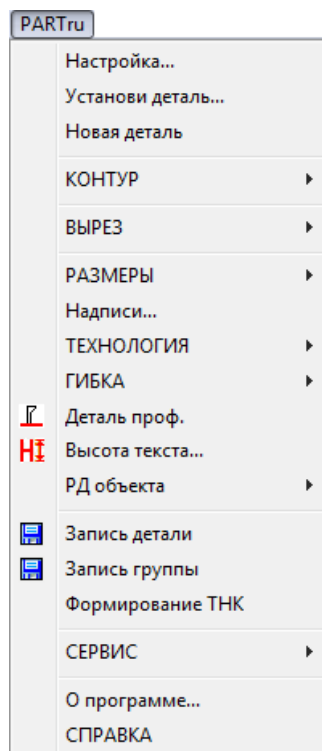
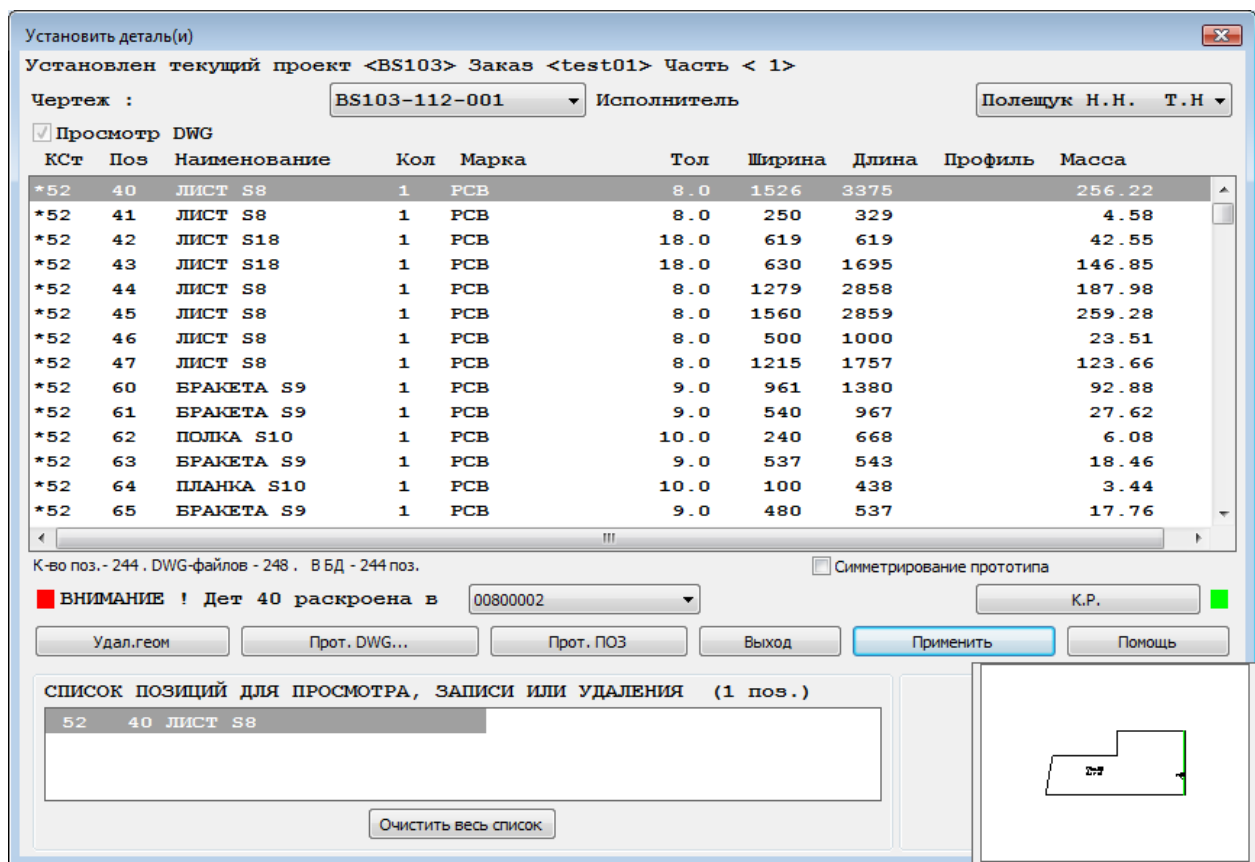

Рисунок 3 - Падающее меню **PART**
Рисунок 9 – Окно **Установить деталь(и)**
На рис. 3 показано падающее меню **PART**, в котором собраны команды модуля **Part**:
**Примечание.** При создании детали с нуля следует использовать команду **Новая деталь** (см. рис. 3). Помимо создания слоев, это позволит избежать ситуации, когда при записи детали пользователь окажется в режиме нуля открытых документов.
5.1. Для вызова на экран геометрии ранее сохраненной детали с целью просмотра, редактирования, перезаписи и т. д. используется пункт **Установи деталь** меню **PART** (см. рис. 3). Команда **Установи деталь** вызывает окно **Установить деталь(и)**, показанное на рис. 9. Оно позволяет выбрать позицию спецификации и установить на экране эскиз детали. Оно также применяется для создания геометрии детали с помощью прототипа.